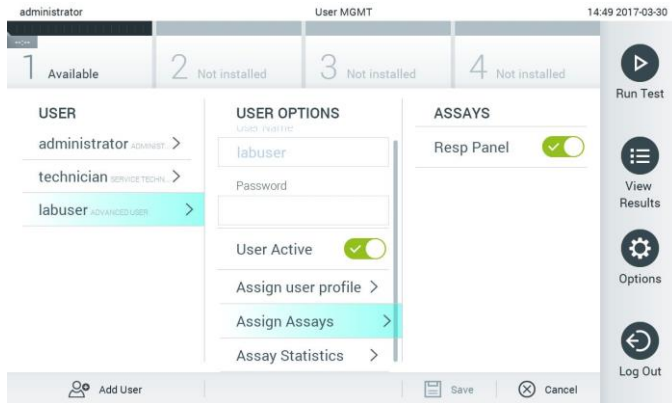

Figura 50. Alocarea testelor utilizatorilor.
- **Assign Assays** (Alocare teste): Permite definirea testelor din baza de date a testelor, pe care utilizatorul are dreptul să le ruleze. Selectați testele din lista din dreapta zonei de conținut (Figura 50, pagina următoare).